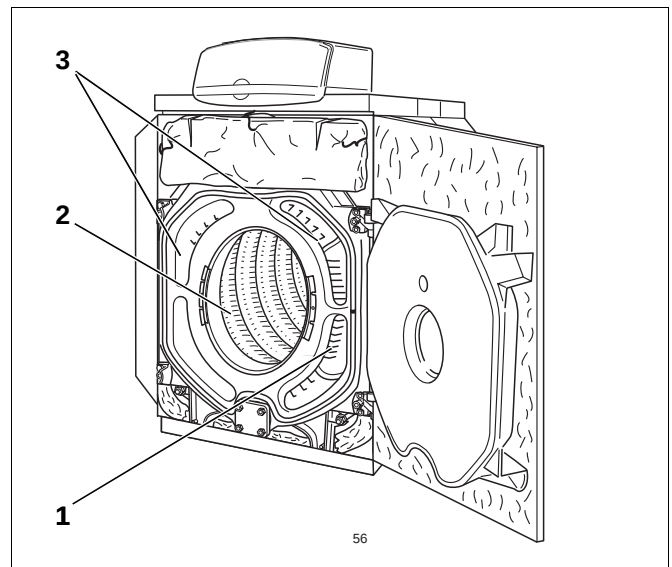

Abb. 78 Heizgaszüge reinigen
- Die Heizgaszüge sind mit den Reinigungsbürsten 1 und 2 von vorne nach hinten zu reinigen (Abb. 78, **Pos. 1** und **3**).
- Der restliche Brennraum (Abb. 78, **Pos. 2**) ist mit der Reinigungsbürste 2 reinigen.